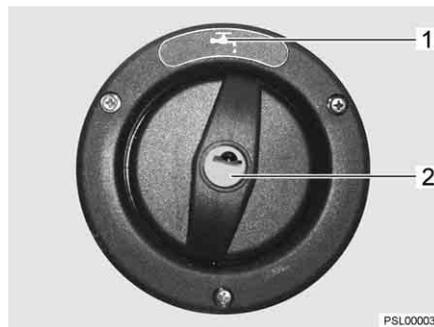

Fig. 225 Couvercle de fermeture pour bec de remplissage d'eau potable
Le bec de remplissage d'eau potable est désigné par le symbole "☞" (Fig. 225,1). Le couvercle de fermeture est ouvert et verrouillé à l'aide de la clé pour les serrures extérieures.
- Insérer la clé dans le barillet (Fig. 225,2) et la tourner d'un quart de tour dans le sens inverse des aiguilles d'une montre.